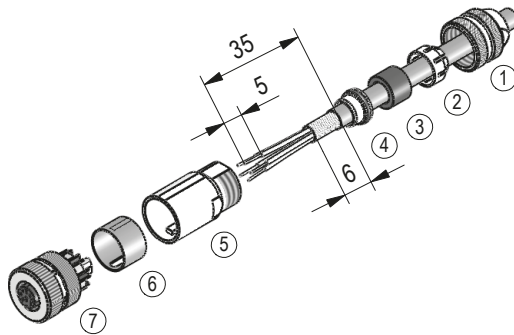

Abb. 12: Gegenstecker M12 A+D-kodiert gerade
- ▶ Litzenschnitt Leitungen  $\leq 0.75 \text{ mm}^2$  / Kabeldurchlass:  $\varnothing 6 \dots \varnothing 8 \text{ mm}$  (Ethernet Port 1 (IN) + Port 2 (OUT)).
- Zubehör SIKO Art.Nr. "87601" M12 D-kodiert (Stift 4 pol. Ethernet Port 1 (IN) + Port 2 (OUT)) (Abb. 12).
- Zubehör SIKO Art.Nr. "83525" M12 A-kodiert (Buchse 8 pol. Schnittstelle Digitale Ein-/Ausgänge) (**Abb. 12**).
### Montage (**Abb. 12**)